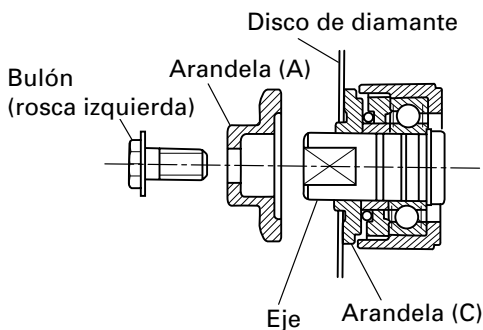

Fig. 3
- (1) Limpie completamente todo el polvo acumulado en el eje y en las arandelas.
- (2) Como se muestra en la Fig. 3, las partes cóncavas de las arandelas (A) y (C) deben estar enfrentadas con el disco de diamante.
(3) Ajuste firmemente el bulón.